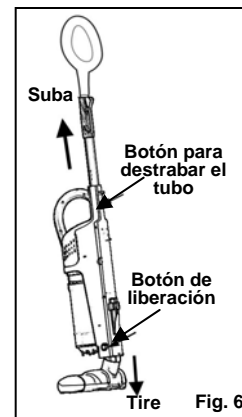

Fig. 6
1. Presione el botón de liberación del tubo telescópico para sacarlo. (Fig. 6)
2. Presione el botón de liberación del cepillo eléctrico para sacarlo. (Fig. 6)